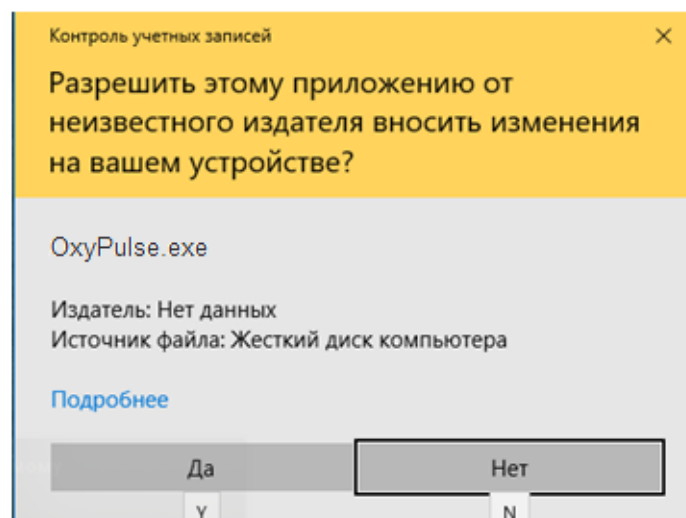

Рисунок 3.6 – Программа установки. Запрос на разрешение установки
3.4.3.5 В случае, если выбранная директория в процессе установки запрашивает разрешение администратора, следует подтвердить запрос на внесение изменений, иначе установка не будет завершена (рисунок 3.6).